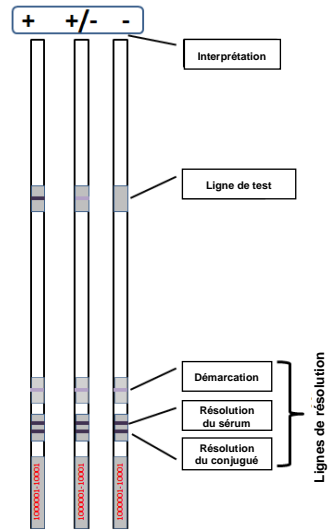
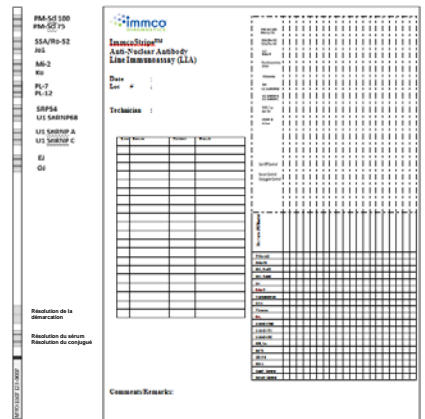

Figure 1 : Schéma de buvards LIA ayant réagi avec une ligne de test.
Figure 2 : Schéma de la feuille de rapport
- Les lignes de test sont placées au-dessus des lignes de démarcation, de résolution de sérum et de résolution du conjugué comme décrit dans le schéma (Figure 1). Les lignes de sérum et de résolution du conjugué apparaissent sur le même morceau de nitrocellulose en bas du buvard.
- Comme marqué dans la Figure 1, les lignes de résolution du sérum et du conjugué doivent être clairement positives indiquant une expérience réussie. La démarcation est une ligne légère avec variation en intensité en fonction des conditions de l'expérience. Le schéma de la Figure 1 montre un exemple d'une ligne de test. Dans le LIA pour Myosite (Figure 2), il existe 14 lignes de test et 3 lignes de résolution. Le développement de la ligne de test dépend de l'échantillon. Les réactions positives peuvent se produire dans diverses intensités allant de faibles à fortes. **Les réactions faibles doivent être comparées avec l'intensité de la ligne de démarcation fournie sur le buvard.** Les réactions qui sont distinctement plus foncées ou plus denses que l'intensité de la ligne de démarcation doivent être considérées positives.
Le LIA pour Myosite est capable de détecter les auto-anticorps des antigènes suivants : PM-Scl100, PM-Scl75, Ro-52, Jo-1, Mi-2, Ku, PL7, PL12, SRP54, U1RNP68, U1RNP A, U1RNP C, EJ et OJ. Se reporter à la Figure 2 pour la position des lignes de résolution et des antigènes individuels.